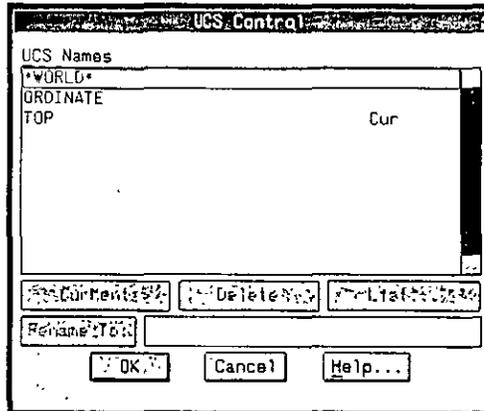

Figura 6-27 Cuadro de diálogo UCS Control
- Ingrese el comando DUCS. Aparece el cuadro de diálogo de control de UCS, similar a la Figura 6-27.